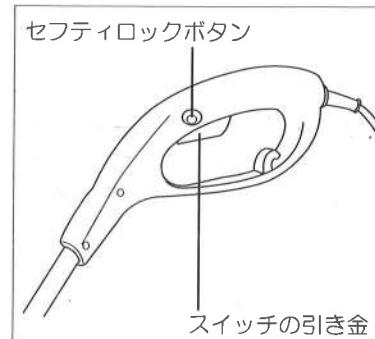

図1
- ・スイッチは、セフティロックボタンを押した状態でスイッチの引き金を引いてください。(図1参照)